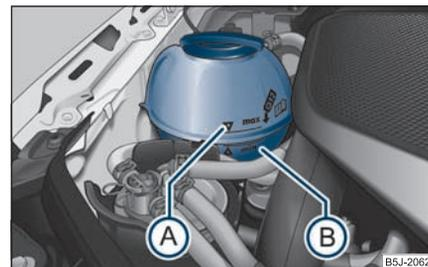

Fig. 179 Vano motor: Depósito de expansión de líquido refrigerante
- Compruebe el nivel de líquido refrigerante en el depósito de expansión del mismo ⇒ fig. 179. Con el motor frío, el nivel del líquido refrigerante debe encontrarse entre las marcas “MIN” (B) y “MAX” (A). Con el motor caliente, el nivel puede sobrepasar también un poco la marca de “MÁX.”.
- Coloque un trapo sobre el tapa del depósito de expansión de líquido refrigerante ⇒ página 195, fig. 179 y desenrosque el tapón con **cuidado** girándolo hacia la izquierda ⇒ .